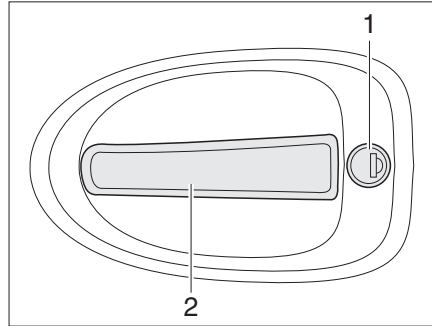

Fig. 31 Cerradura de la puerta de entrada, en el exterior
- Introducir la llave en el cilindro de cierre (Fig. 31,1) y girarla hasta que esté desbloqueada la cerradura de la puerta.
- Tirar del tirador de la puerta (Fig. 31,2). La puerta está abierta.
- Introducir la llave en el cilindro de cierre (Fig. 31,1) y girarla hasta que esté bloqueada la cerradura de la puerta.